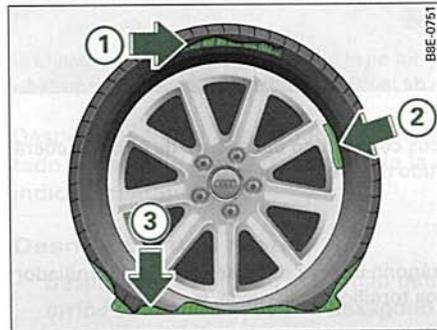

Fig. 239 Pinchazos para los que no se adecua el sistema tire mobility system
- Si los cortes o pinchazos en el neumático superan los 4 mm de longitud ⇒ *página 286*, fig. 239 ①
- Si la llanta ha resultado dañada ②
- Si se ha estado circulando con una presión de inflado muy baja o sin presión en el neumático ③